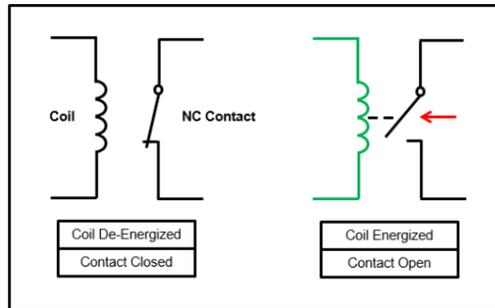

Figura 8. Contacto normalmente cerrado
Si un rele esta cableado para un contacto normalmente cerrado (NC) y el rele esta energizado, entonces el contacto cambiara de estado de cerrado a estado abierto como se muestra en la figura 8.